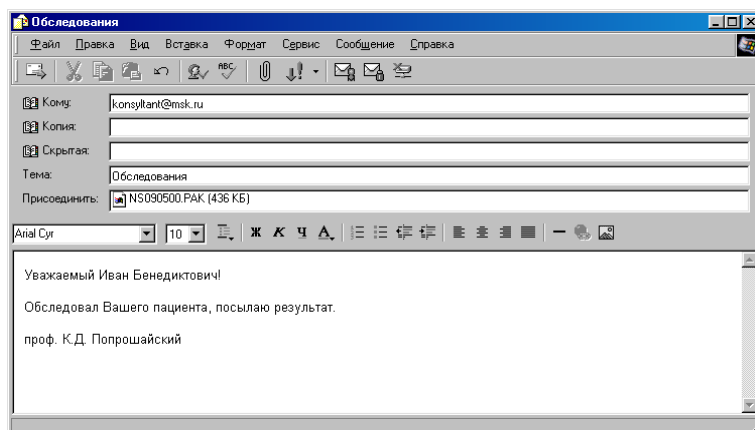

Рис. 47
- Нажмите кнопку  и в появившемся окне электронной почты (рис. 47) наберите адрес получателя и, при необходимости, текст сообщения, после чего нажмите кнопку .